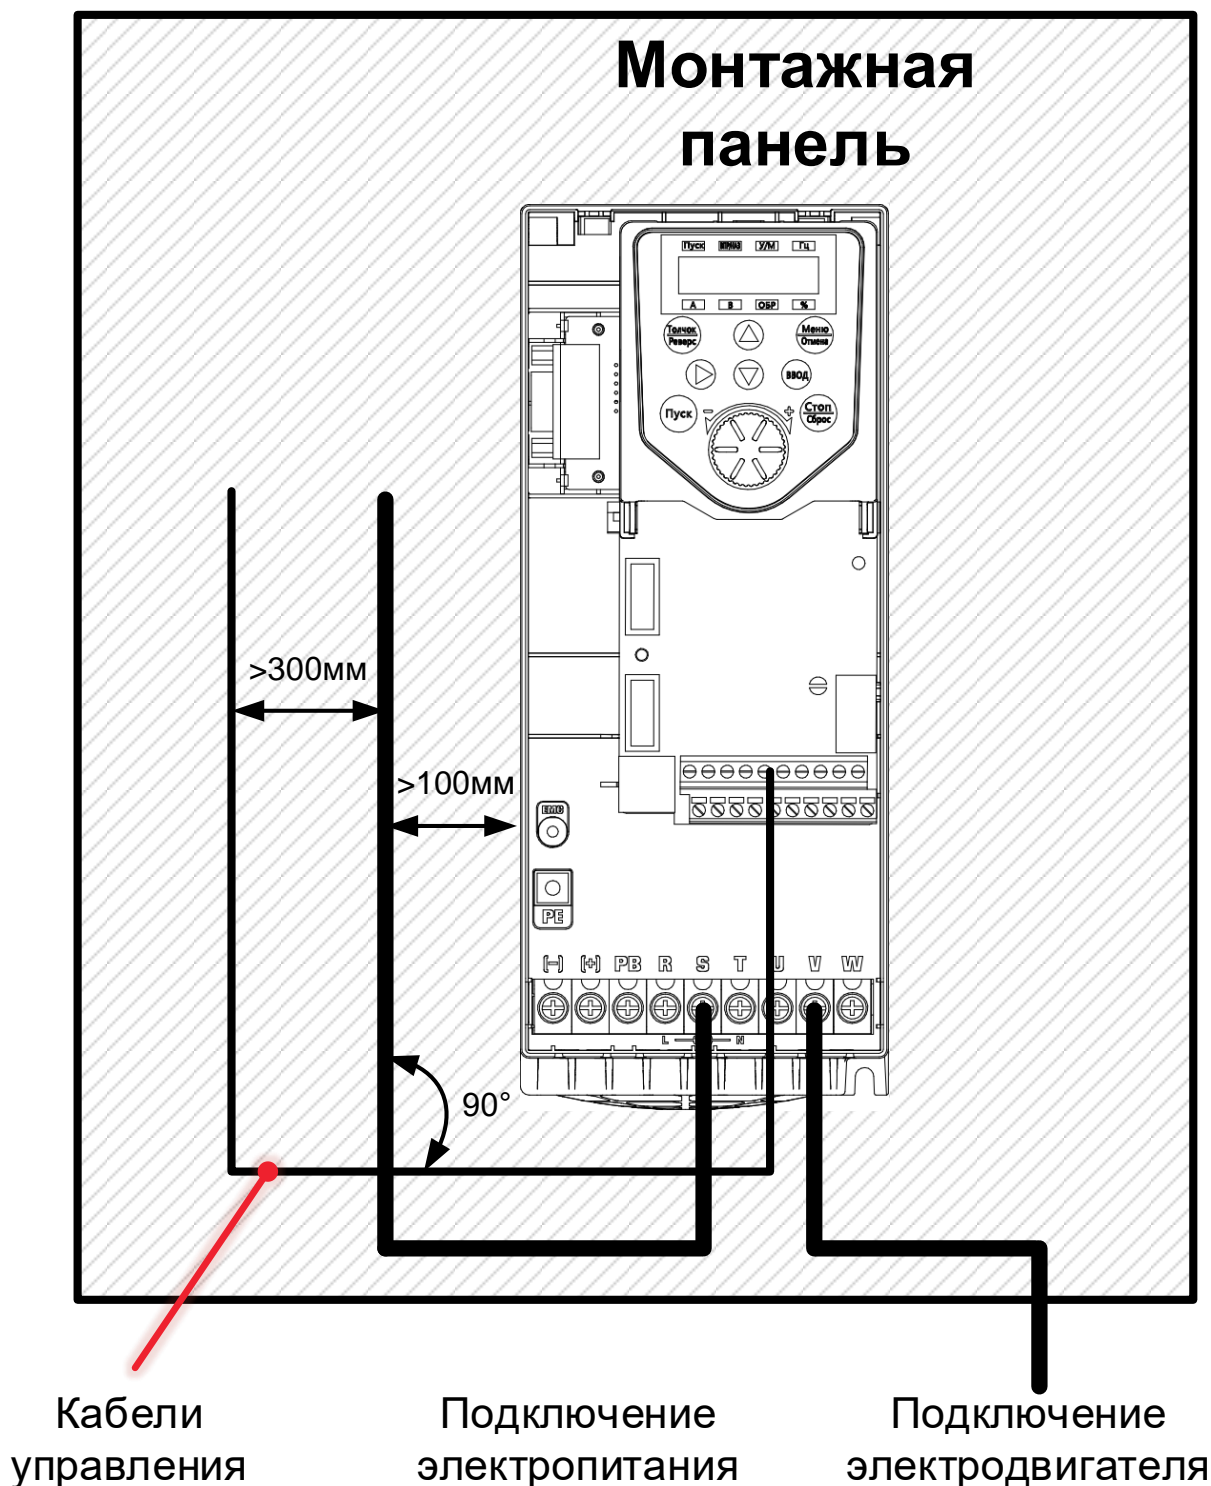

Рисунок 4-11 Схема прокладки силовых и сигнальных кабелей
- Кабели управления по возможности должны прокладываться в отдельном металлическом коробе или на расстоянии не менее 300 мм от силовых кабелей (Рисунок 4-11);